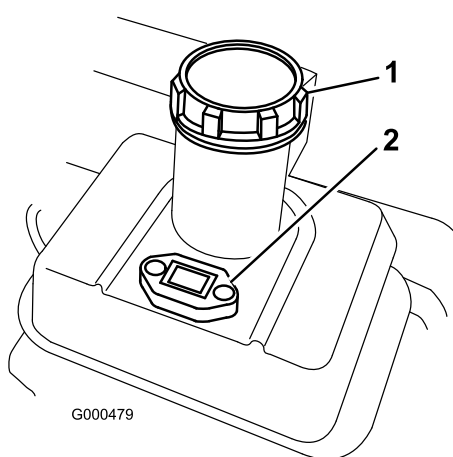

Bild 15
1. Reinigen Sie die Bereiche um den Tankdeckel herum und nehmen Sie den Deckel ab (Bild 15).